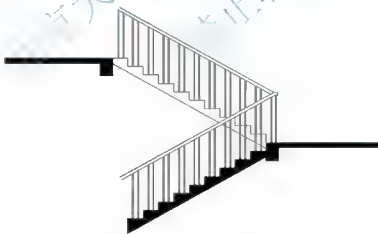

图 4.116 绘制栏杆并填充剖切梯段
(6) 绘制栏杆, 填充剖切梯段, 结果如图 4.116 所示。